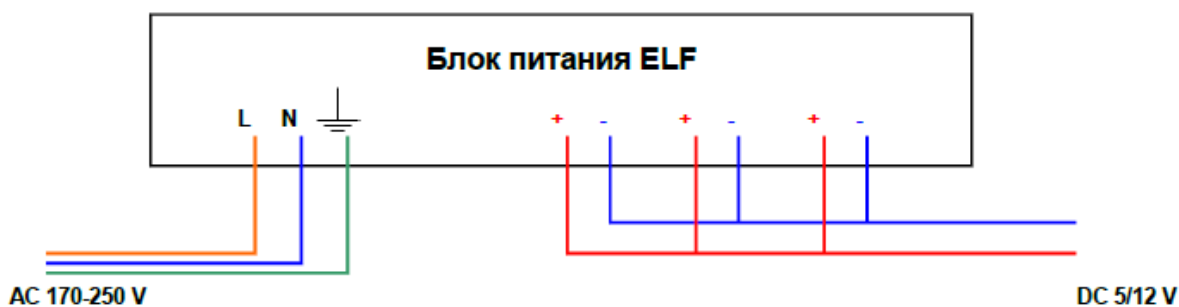

Рисунок 3.
• Для объектов (электроустановок), в которых применён принцип изолированной нейтрали (Рисунок 3)*: